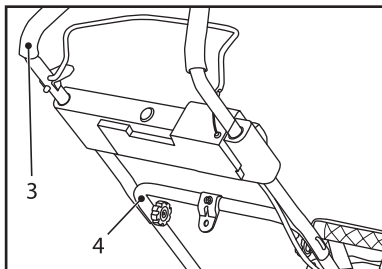

Рис. 5.
- Совместите отверстия нижней стойки (4) с отверстиями на верхней рукоятке (3). Установите скобу крепления (10) и закрепите гайкой (8) с двух сторон (рис. 5 и 6).